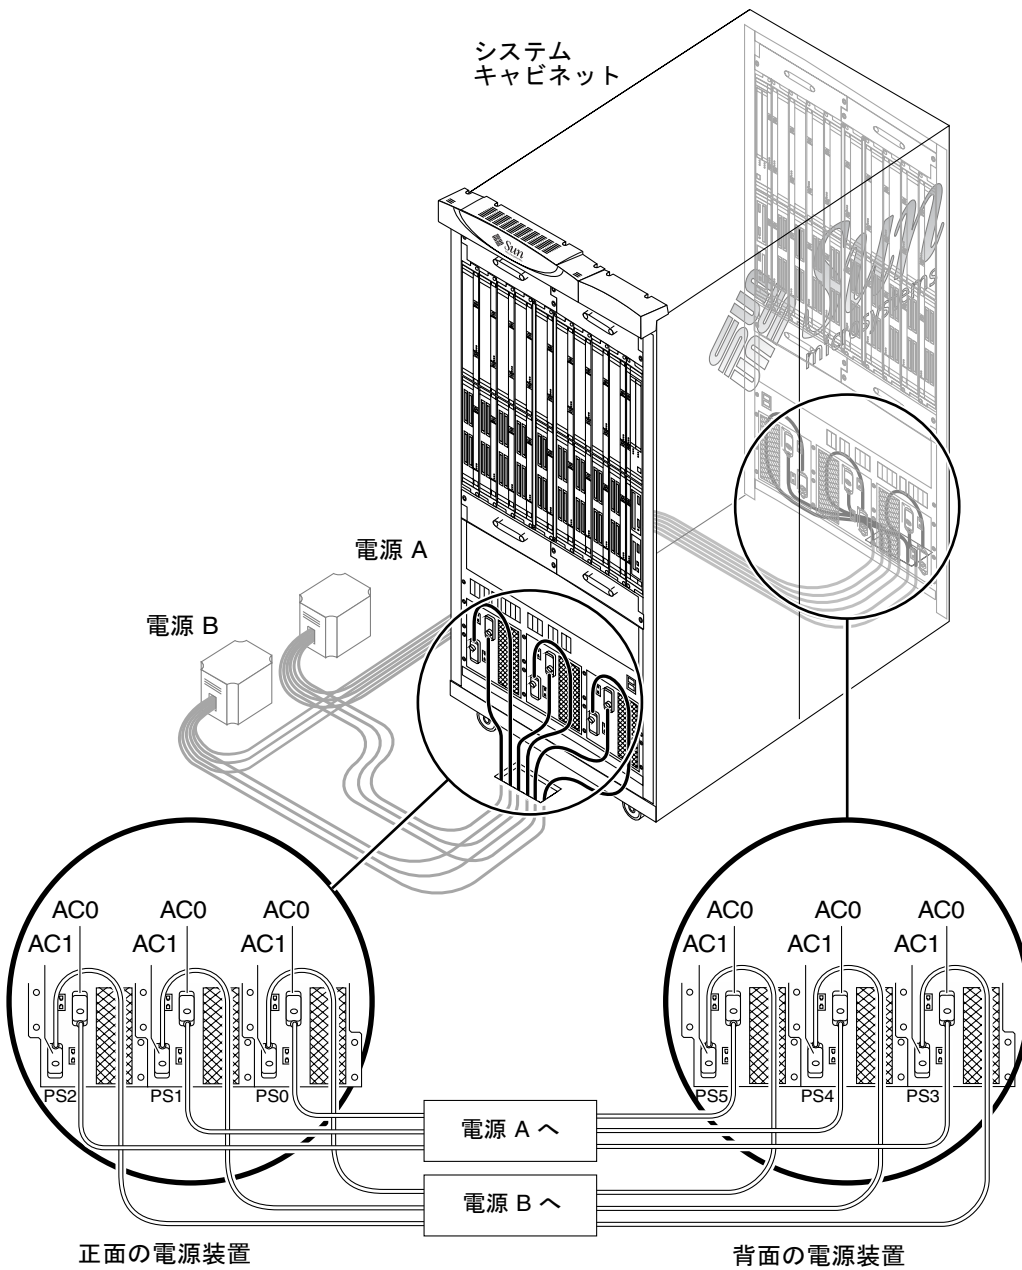
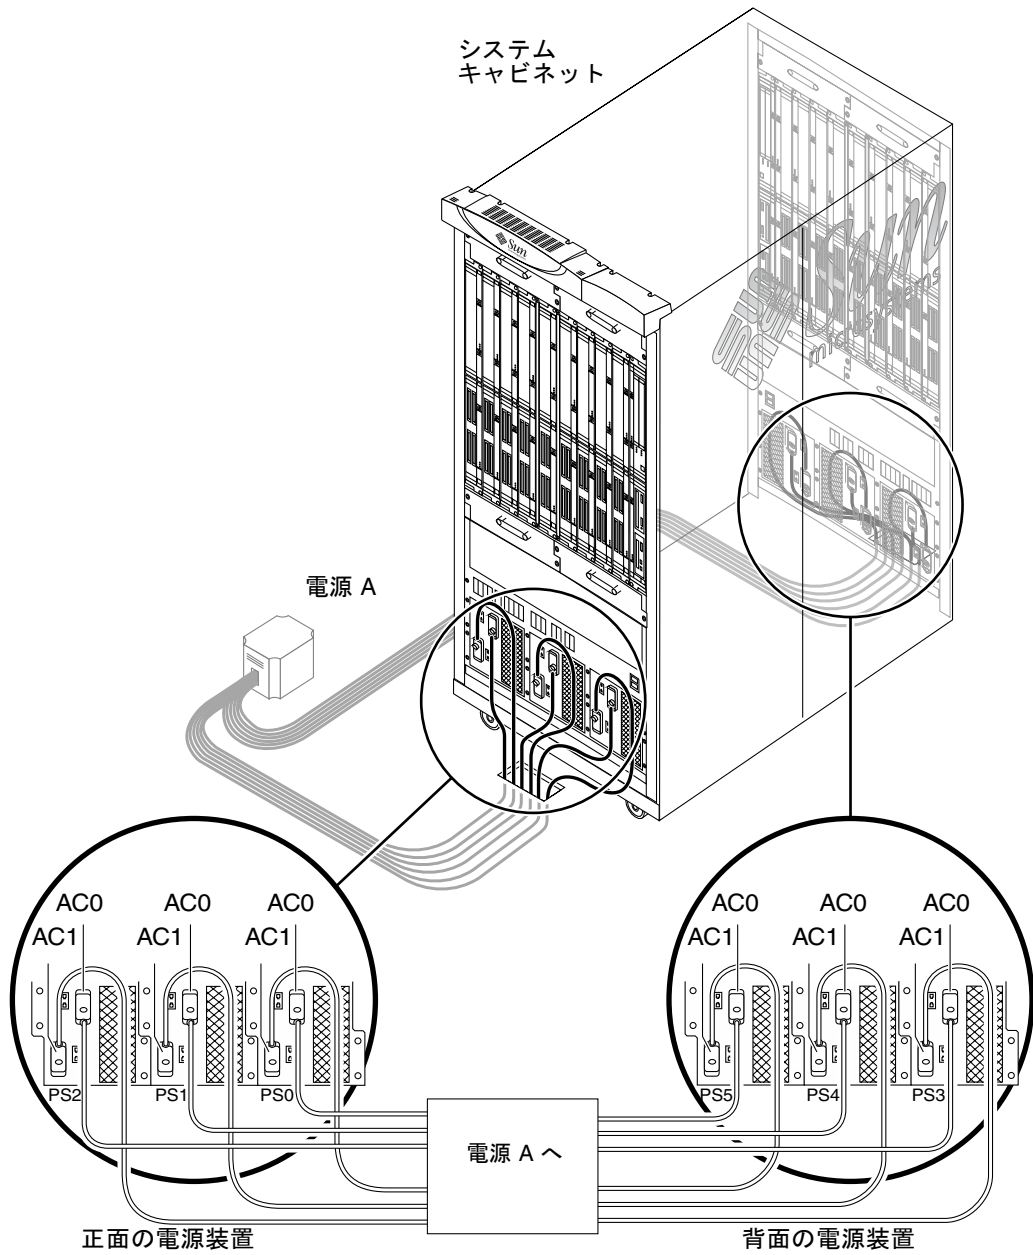
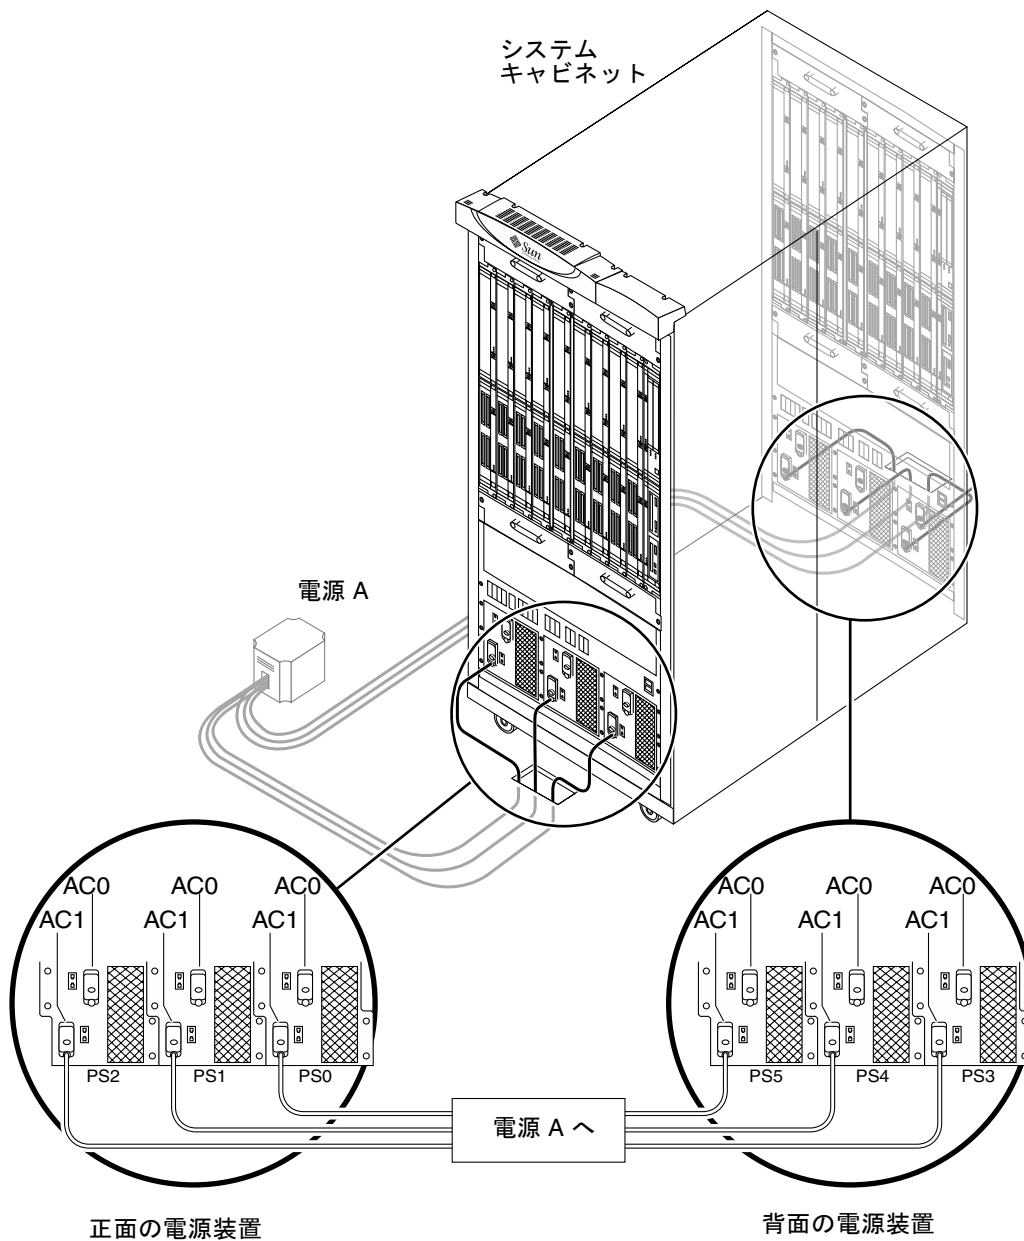

図 3-1 Sun Fire E25K/E20K システムの電源接続 - 冗長電源、二重電源 (電源 A および B)
図 3-2 Sun Fire E25K/E20K システムの電源接続 - 高信頼性電源、単一電源 (電源 1 つ)
図 3-3 Sun Fire E25K/E20K システムの電源接続 — 基本的な単一電源、単一電源 (電源 1 つ、冗長なし、推奨しない)
表 3-1 に、システムキャビネットの電気仕様を示します。電源ケーブルの要件の記録には、表 3-2 を使用します (実際に記録するために使用する拡大した用紙は、付録 A を参照)。表 3-3 には、3 つの電源構成の特徴の概要を示します。図 3-1、図 3-2、および図 3-3 に、考えられるシステムの電源接続を示します。
- 図 3-1 に示すように、システムキャビネットには冗長電源、二重電源を使用することをお勧めします。
図 3-1 のように、2 つの独立した電源を使用する場合、1 台の電源装置から電力が供給され、SMS コマンド `showenvironment -p powers` で測定される DC 電力の消費量が 20,000 W 未満で安定しているかぎり、Sun Fire E25K/E20K システムは動作します。300-1705 (A196) 電源装置が全面的に装備された Sun Fire E25K/E20K システムの場合、1 台の電源装置に 20,000 W を超える電力が供給されても、1 つの電源を損失することがなければ動作することができます。300-1813 (A211) 電源装置が全面的に装備された Sun Fire E20K/E25K システムの場合は、1950Mhz USIV+Uniboard で動作できます。図 3-3 のように構成された Sun Fire E25K/E20K システムの場合、1 台の電源装置から電力が供給されていても、DC 電力の消費量が 20,000 W を超えると動作しません。